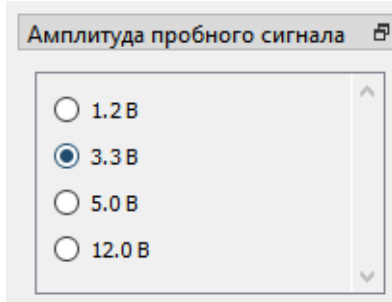

Рисунок 12. Выбор амплитуды пробного сигнала
- В блоке "Амплитуда пробного сигнала" (рисунок 12) выбирается амплитуда генерируемого на выходе измерительных щупов сигнала для снятия ВАХ.